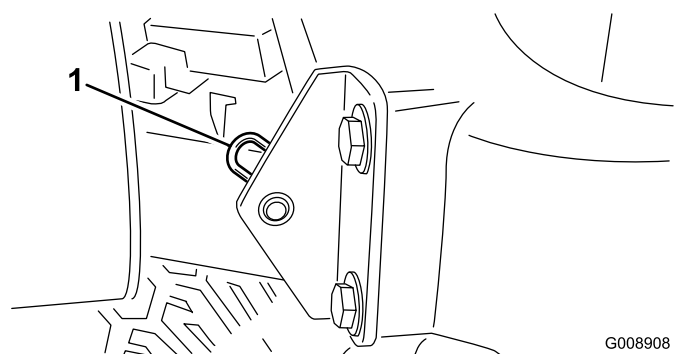

Bild 43
2. Entfernen Sie den Splint, mit dem das Gelenk der Motorhaube an den Befestigungshalterungen befestigt ist (Bild 43).